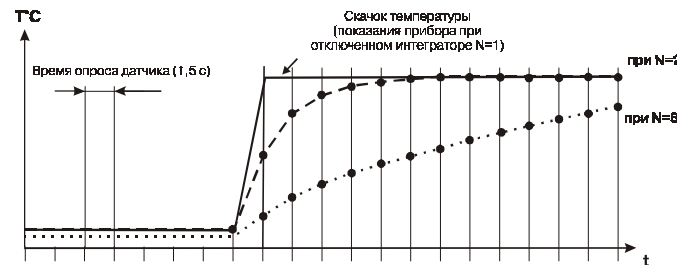

Рис. 7
3.1.3.2. В этом параметре задается количество последних N измерений, из значений которых прибор вычисляет среднее арифметическое. Полученная величина поступает на вход регулятора. При значении параметра равном 0 и 1 фильтр выключен. Действие параметра "глубина фильтра" показано на рис. 7. Уменьшение значения N приводит к более быстрой реакции прибора на скачкообразные изменения контролируемой величины, но снижает помехозащищенность, но вместе с этим повышает инерционность при-